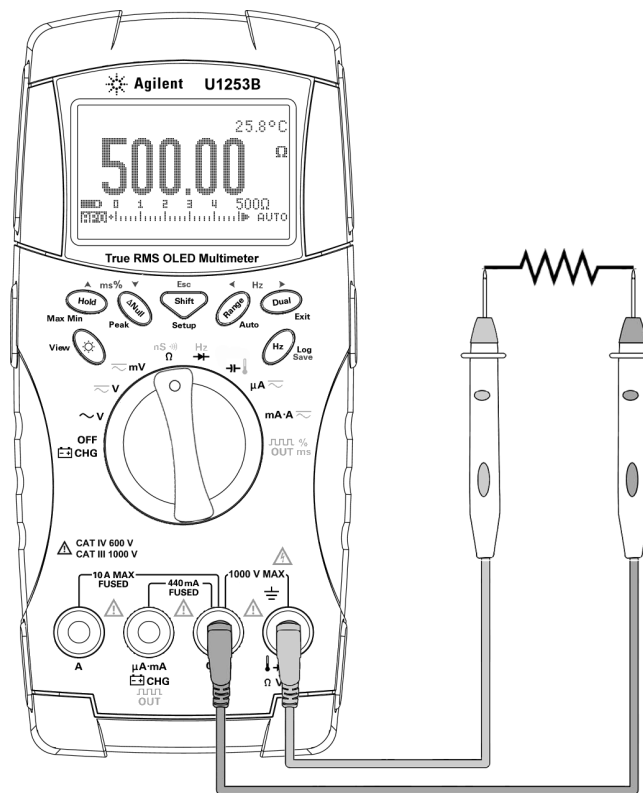

図 2-8 抵抗の測定
- 2 赤のテスト・リードと黒のテスト・リードをそれぞれ入力端子 **Ω (赤)** と **COM (黒)** に接続します (図 2-8 (42 ページ) を参照)。